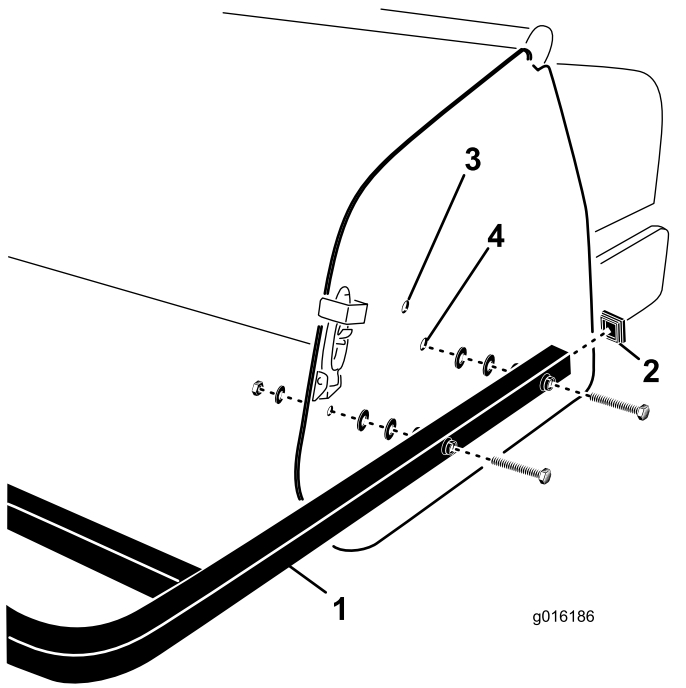

图31
1. 将端盖插入各后护罩管的端部 图31。
2. 将后护罩安装管中的孔与打孔机侧板中的孔对齐图31。
3. 使用 4 个螺丝、扁平垫圈和螺母将护罩安装管固定到侧板图31。